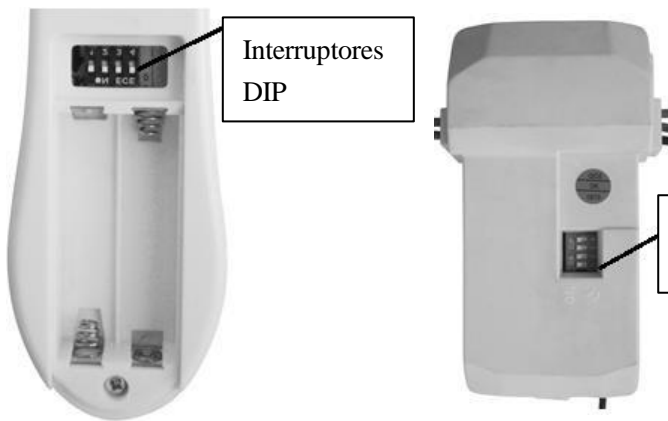

Fig. 8 Compartimento de las pilas del mando a distancia
- El mando a distancia funciona con 2 pilas tamaño AAA de 1,5 V. Retire la tapa del compartimento de las pilas ubicada en la parte posterior del mando de distancia e inserte 2 pilas de tipo AAA. Asegúrese de que el sentido de la polaridad sea el indicado en el compartimento de la batería. **Fig. 8** (Pilas incluidas).